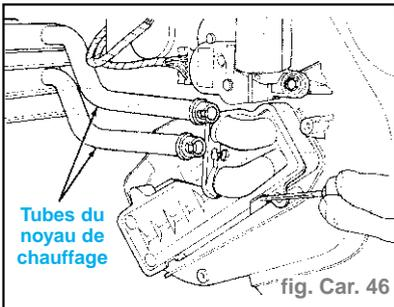

fig. Car. 46
- Enfoncer les agrafes de retenue du noyau du chauffage (fig. Car. 46).